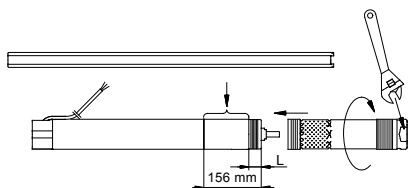

Fig. 6
1. Placera motorn horisontellt i ett skruvstöd och spänn fast den, se fig. 6.
OBS: Pumpaxeln måste kugga i motoraxeln. En skiftnyckel kan användas på pumpdelens spännnytor, se fig. 6.